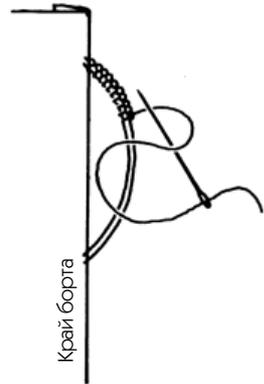

Рис. 291
ОБМЕТНАЯ ВОЗДУШНАЯ ПЕТЛЯ ДЛЯ ПУГОВИЦЫ (РИС. 291)
3. Протяните несколько нитей (3–6), придавая им желаемый изгиб. Для того чтобы они сохраняли правильный размер, поддерживайте их при помощи какого-либо предмета: карандаша, кончика ножниц и т. п. (рис. 291). Сделайте один-два закрепочных стежка за последней нитью.
4. Обметайте эти нити тугими «жемчужными» стежками (см. рис. 291) и перейдите к разделу «Обметная петля».